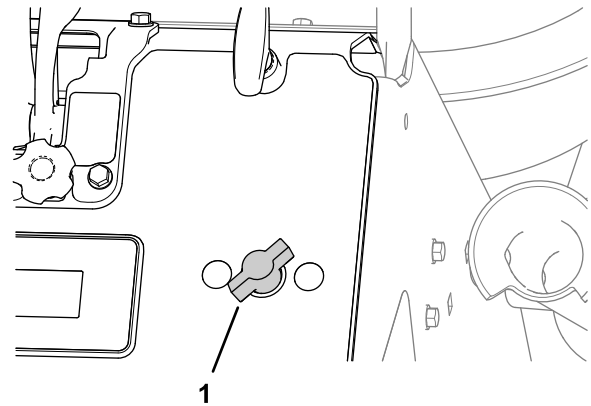

Figura 60
- Para aumentar la presión de la bomba hacia la lanza, gire el control de presión de la lanza en sentido antihorario (Figura 60).
- Para aumentar la presión, gire el control de presión de la lanza en sentido horario (Figura 60).
- Para cortar la presión a la lanza, gire el control de presión en sentido horario hasta que la válvula de control esté cerrada (Figura 60).
6. Gire el control de presión de la lanza de fumigación en sentido horario a la posición de DESACTIVADO (Figura 60).